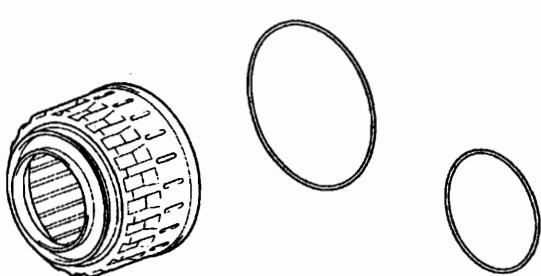

图 12-1-141
- ②如图 12-1-141 所示, 从倒挡离合器活塞分总成上拆下 O 形圈。
②如图 12-1-141 所示, 将 ATF 涂到新 O 形圈上, 并将其安装到倒挡离合器活塞分总成上, 用双手将倒挡离合器鼓分总成压入倒挡离合器活塞中。注意: 不要损伤 O 形圈。